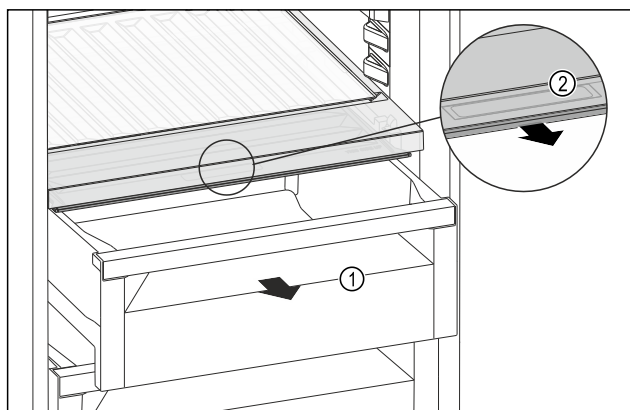

Fig. 197
- Zásuvku Fig. 197 (1) vytáhněte.
- Uchopte prohlubeň pro rukojeť Fig. 197 (2) na víku zásuvky a současně zatáhněte za víko zásuvky směrem dopředu.